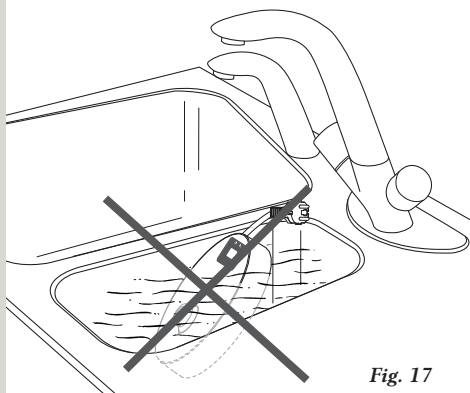

Fig. 17
- Ikke senk strømsokkelen ned i vann. (fig. 17)